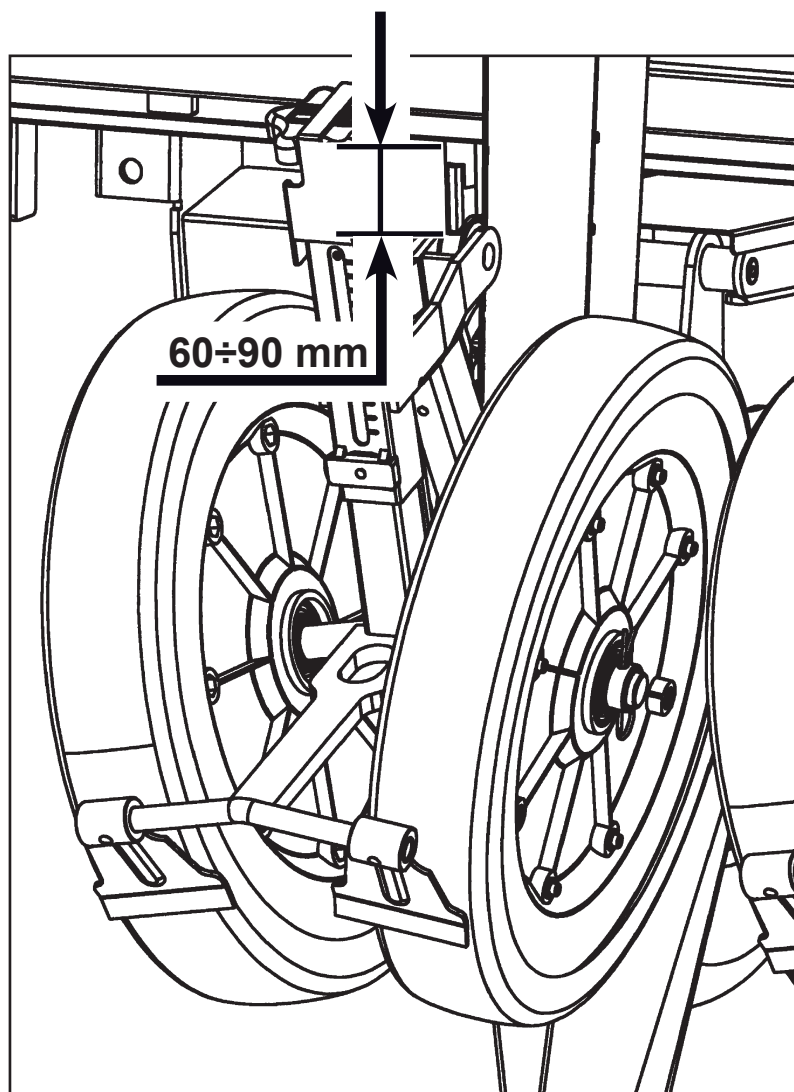
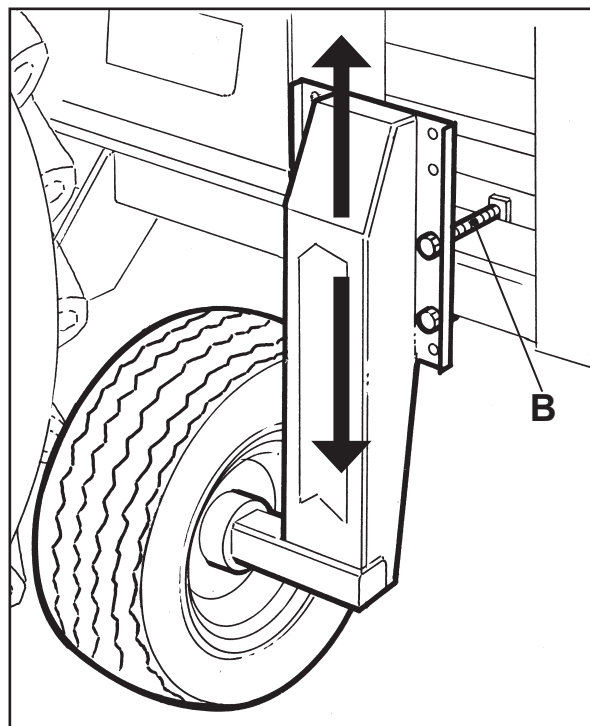
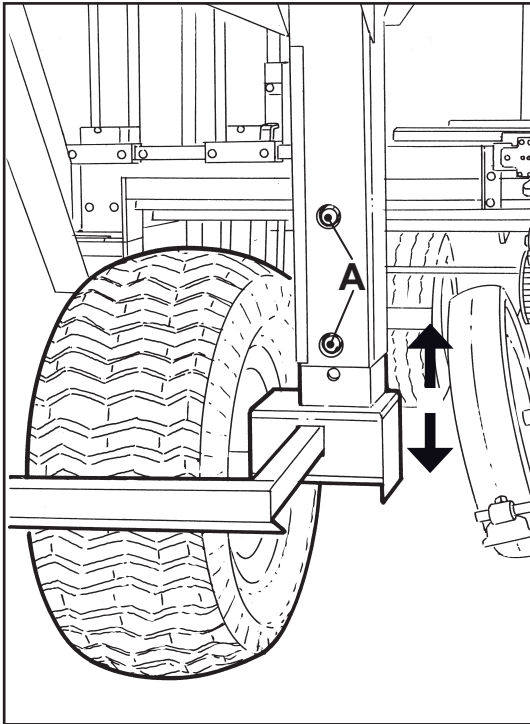

Fig. 1
Fig. 2
Fig. 3
Misurare la fuoriuscita dello stelo del cilindro pneumatico che deve essere compreso tra i **60÷90 mm (Fig. 1)** in modo da consentire all'elemento un'escursione ottimale, altrimenti è necessario alzare la macchina **sia davanti (Fig. 2) che dietro (Fig. 3)** agendo sulle viti (A) e sui tiranti (B) o sulla spina (C) (nella versione idraulica) fino ad ottenere il posizionamento centrale del cilindro che deve essere **60÷70 mm** (vedi capitolo "REGOLAZIONE ALTEZZA MACCHINA").
Measure the extension of the pneumatic cylinder rod, which should be between **60 and 90 mm (Fig. 1)** to allow the element's excursion to be optimal, otherwise the machine will have to be raised **both at the front (Fig. 2) and the back (Fig. 3)** by adjusting the screws (A) and the tie-rods (B) or on the pin (C) (in the hydraulic version) until the cylinder is in the middle, at **60-70 mm** (see section "ADJUSTMENT OF MACHINE HEIGHT").
Mesurer la sortie de la tige du cylindre pneumatique qui doit être compris entre **60÷90 mm (Fig. 1)** pour permettre une excursion optimale à l'élément, sinon il faut lever la machine **aussi bien devant (Fig. 2) que derrière (Fig. 3)** en agissant sur les vis (A) sur les tirants (B) ou sur la fiche (C) (dans la version hydraulique) jusqu'à obtenir la position centrale du cylindre qui doit être **60÷70 mm** (voir chapitre "REGLAGE HAUTEUR MACHINE").
Medir la distancia de salida del vástago del cilindro neumático, que debe estar entre **60÷90 mm (Fig. 1)** para así permitir al elemento un recorrido ideal; caso contrario, será necesario elevar la máquina **tanto por delante (Fig. 2) como por detrás (Fig. 3)** utilizando para ello los tornillos (A) y los tirantes (B) o en la clavija (C) (en la versión hidráulica) hasta que el cilindro quede en posición central, entre los **60÷70 mm** (ver capítulo "REGULACIÓN DE LA ALTURA DE LA MÁQUINA").